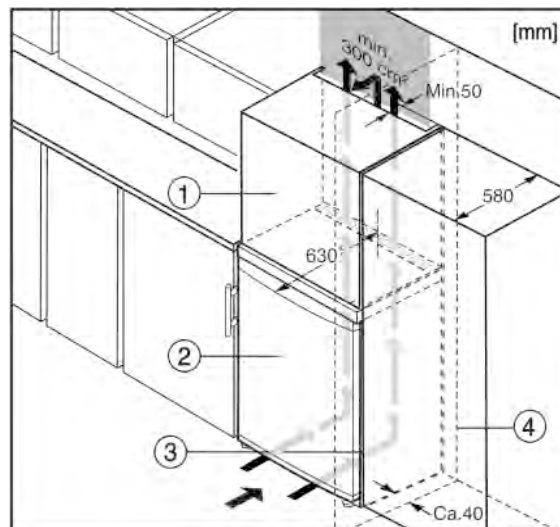

Fig. 5
- (1) Élément haut
- (2) Appareil
- (3) Placard de cuisine
- (4) Mur
L'appareil peut être entouré de meubles de cuisine. Pour adapter l'appareil Fig. 5 (2) à la hauteur des placards de la cuisine intégrée, on peut placer un élément haut Fig. 5 (1) au-dessus de l'appareil.
Lors de la transformation avec des placards de cuisine (profondeur max. 580 mm), l'appareil peut être placé directement à côté du placard de cuisine Fig. 5 (3). L'appareil dépasse latéralement de 34 mm* et de 50 mm* au centre de l'appareil par rapport à la face avant du placard de cuisine.
Si l'appareil est installé avec les charnières à côté d'un mur Fig. 5 (4), la distance entre l'appareil et le mur doit être de 40 mm min. Ceci correspond à la saillie de la poignée lorsque la porte est ouverte.